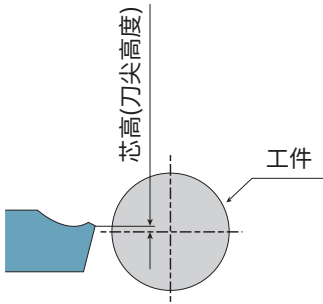

Fig. 3 (PKM, PKM-^R/_L, TKN, TK^R/_L)
- 1. PKM、PKM-^R/_L、TKN、TK^R/_L的刀尖高度,请设为比芯高0.1~0.2mm左右(Fig. 3)。